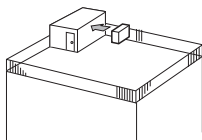

Abb. 2-3
- (1) Richten Sie die Luftaustrittsöffnung mit einem Abstand von 35 cm auf die nächstgelegene Wand aus. (Abb. 2-3)